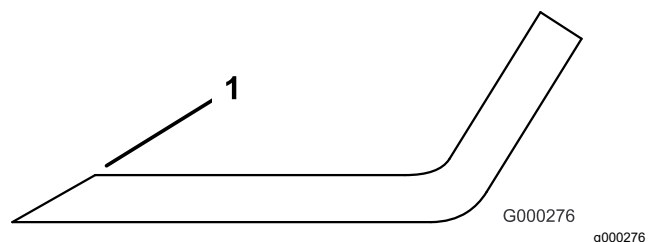

図 126
3. すべてのブレードの刃先を点検し、刃先が丸くなっていたり打ち傷がある場合には研磨する 図 126。
注 研磨は刃先の上面だけに行い、刃の元々の角度を変えないように十分注意する 図 126。左右を同じだけ削るようにすればバランスが狂わない。